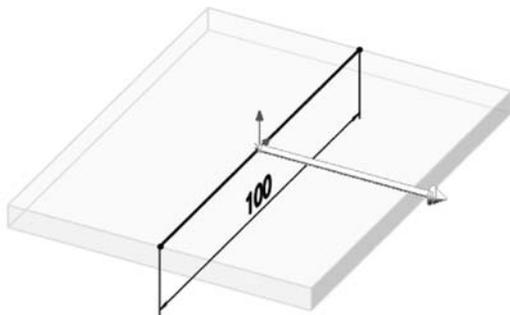

图 5-43 拉伸底座
(2) 单击【特征】选项卡上的【拉伸凸台/基体】按钮 , 会出现【凸台-拉伸】属性管理器。
① 在【方向 1】组, 从【终止条件】列表中选择【两侧对称】选项。
② 在【深度】文本框内输入 80.00mm。
③ 选中【薄壁特征】复选框。
④ 在【薄壁特征】组, 从【类型】列表中选择【单向】选项。
⑤ 在【厚度】文本框内输入 6.00mm, 如图 5-43 所示, 单击【确定】按钮 。